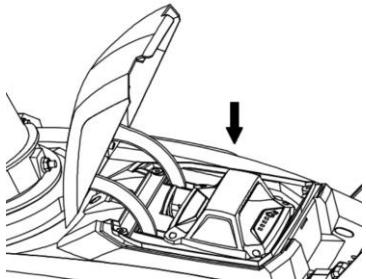

Fig. 1
1. Åpne batteridekselet og skyv batteriet vertikalt ned som vist i fig. 1.